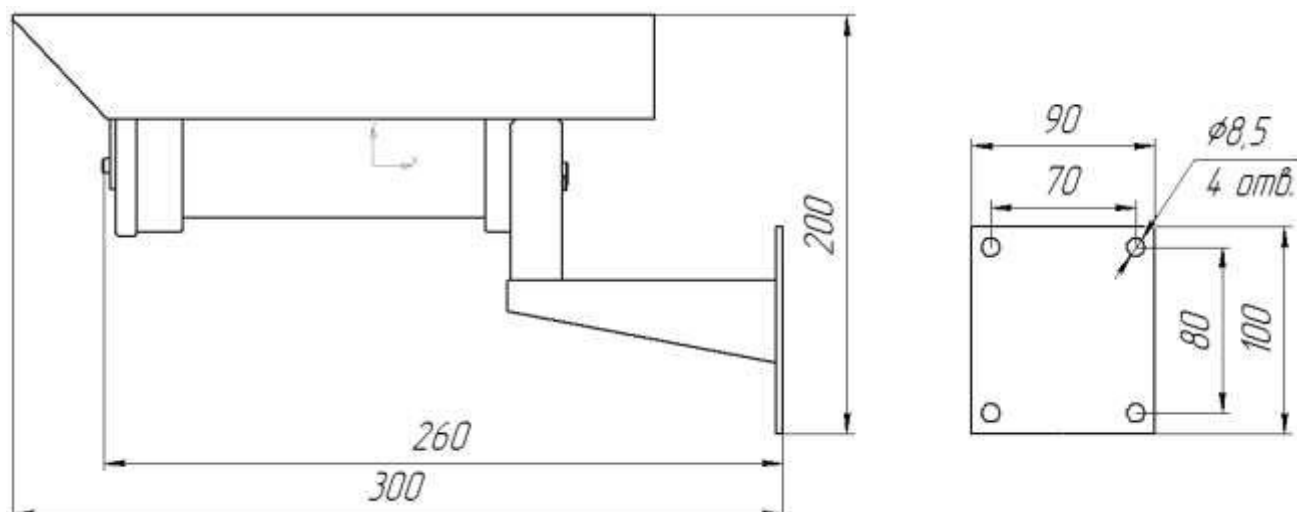

Рисунок 1 – Габаритные размеры извещателя Спектрон-801-Exd-M/H
- определить место установки и разметить место крепления, рис. 1 и 2;